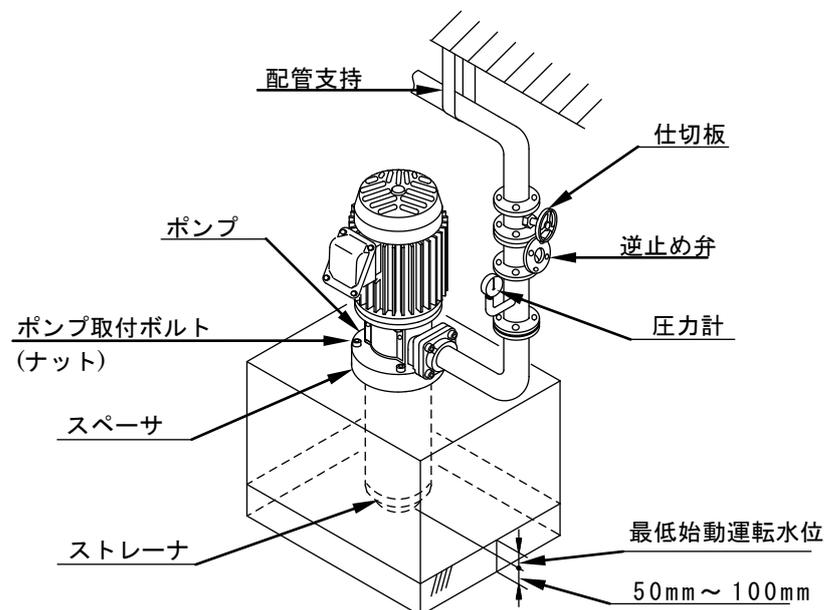

図4 据付要領図
ストレーナからエアを吸込むとポンプが故障します。タンク内水位はポンプの最低始動運転水位以上であることを確認してください。(図4・表1参照)	❗
- (1) 据付部にあけられた4ヶ所のボルト穴にポンプ側の穴を合わせ、4本のボルト・ナットでしっかり締付けてください。(図4参照)
- (2) このポンプをタンクなどに取り付ける場合、タンクの底にストレーナを近付けすぎると沈殿物を吸上げ、トラブルの原因となりますので、タンク底から50~100mm程度の所にストレーナがくるようにしてください。(図4参照)
- (3) タンクが浅いときは、ポンプとタンク上部との間にスペーサなどを設けてください。
(図4参照)
配管の要領は、以下の文章とあわせて図4 据付要領図、